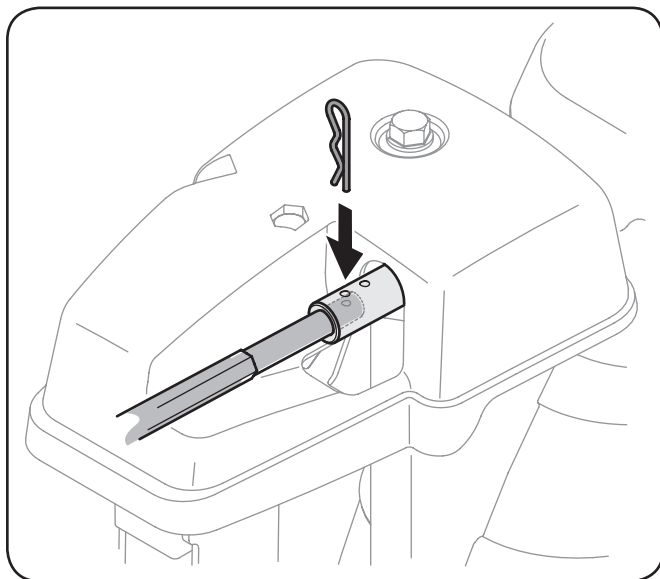

Figura 6-6
2. Retire la varilla de control del canal hasta que el orificio de la misma se alinee con el segundo orificio en el montaje de rotación del canal. Vea la Figura 6-6.
3. Vuelva a insertar el pasador de chaveta a través de este orificio y la varilla de control del canal. Vea la Figura 6-6.